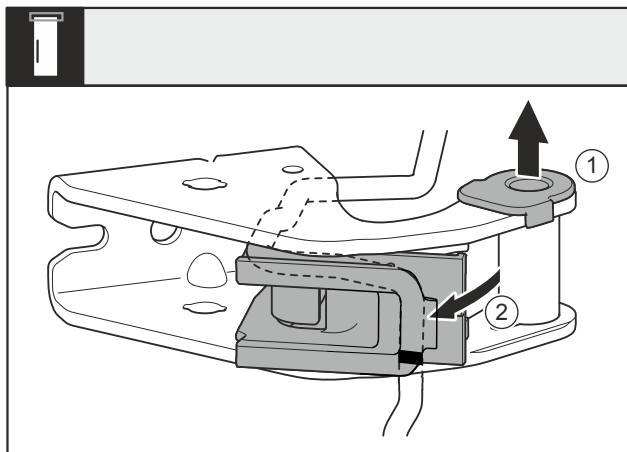

Fig. 27
- Estrarre la bronzina Fig. 27 (1) dalla guida.
- Ruotare verso l'esterno il supporto del cavo Fig. 27 (2).